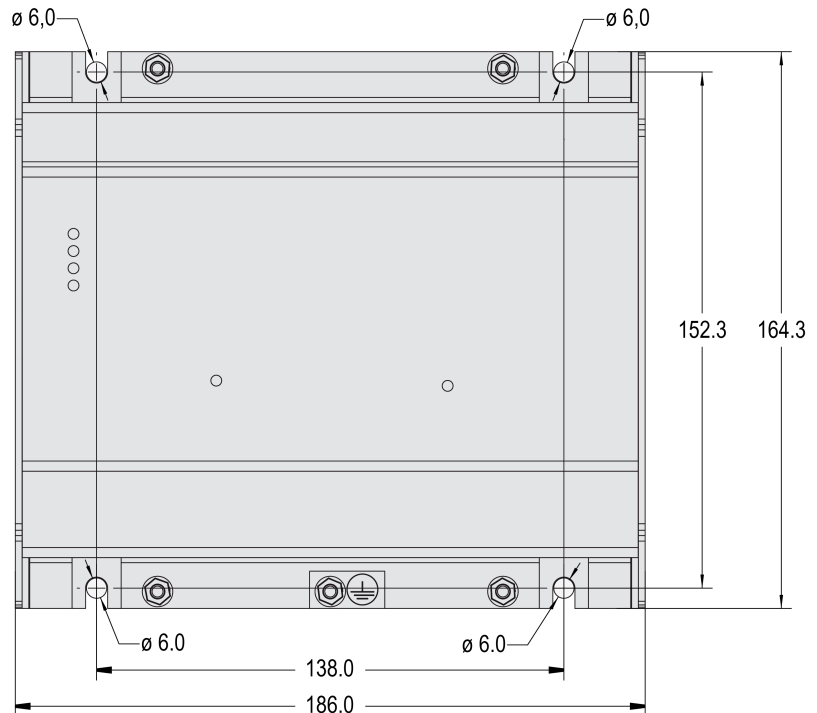

Abb. 7: Gehäuse – Bohrschema
1. ➔ Bohren Sie die Löcher entsprechend den Abmessungen in Abb. 7 (Abmessungen in mm dargestellt).